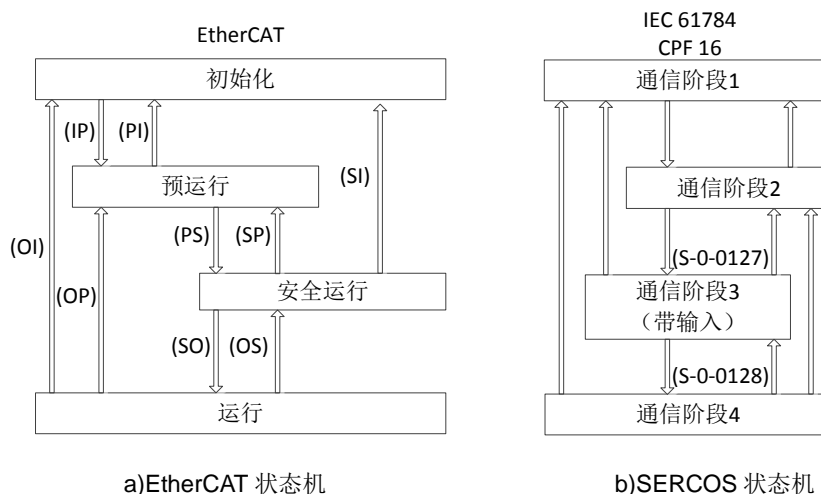

图 7-29 SoE 状态机
SERCOS 协议的通信阶段与 EtherCAT 状态机的比较图如图 7-29 所示，其特点有以下几个方面：
- 6、 SERCOS 协议只允许高级通信阶段向下切换到通信阶段 0，而 EtherCAT 允许任意的状态向下切换（如图 7-29 的 a）所示）。例如从运行状态切换到安全运行状态，或从安全运行状态切换到预运行状态。SoE 也应该支持这种切换图 7-29 的 b）中所示，如果从站不支持，则应该 EtherCAT AL 状态寄存器中设置错误位。